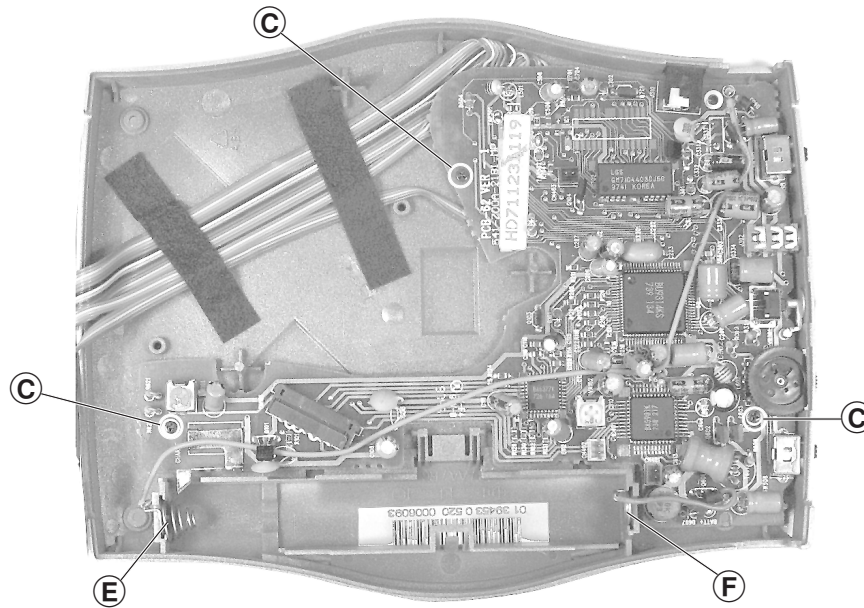

Fig. 6
- 3 Schrauben © (Fig. 6) herausdrehen.
- Batteriekontakte (E) und (F) (Fig. 6) aus dem Gehäuseunterteil herausziehen.
- Undo 3 screws © (Fig. 6).
- Pull out the battery contacts (E) and (F) (Fig. 6).